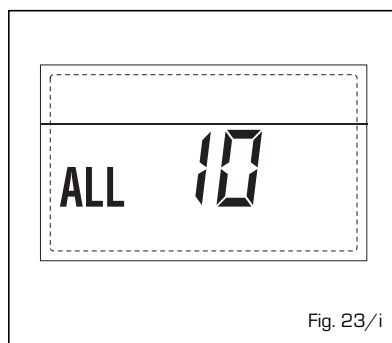

Fig. 23/i
- INTERVENCIÓN SONDA HUMOS "AL 13" (fig. 23/l)